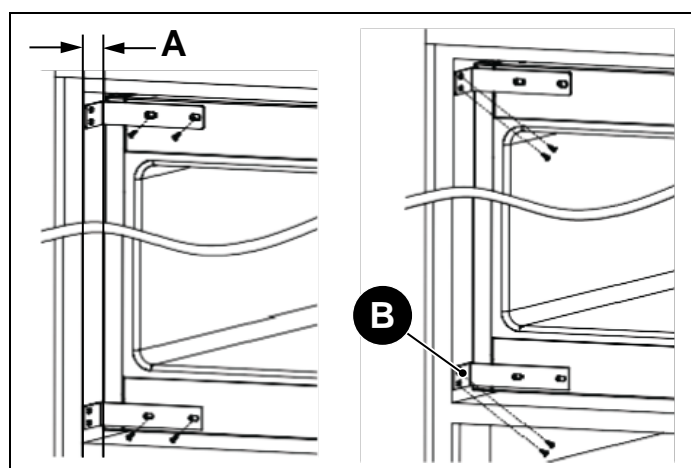

Fig. 10
- 2) Aprire la porta e mantenere una distanza di 40,5 mm tra la parte anteriore della Cantina Vini e il bordo esterno della nicchia del mobile, come illustrato nella Fig. 10 . Fissare i perni di collegamento all'apparecchio con bulloni a faccia flangia M5x13.